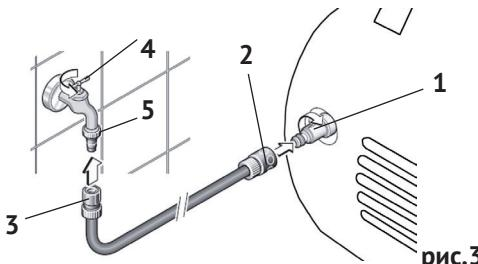

рис.3
7.2.1 Подключение водопроводного шланга (см. рис.3):
- накрутить на входной штуцер мойки коннектор с фильтром (рис.3 поз.1) из комплекта поставки;
- установить разъём шланга (рис.3 поз.3) на переходник (рис.3 поз.5) водопроводного крана (рис.3 поз.4), шланг с разъёмами и переходник в комплект поставки не входят;
- отключив подачу воды краном, подключить разъём шланга (рис.3 поз.2) к коннектору входного штуцера мойки;